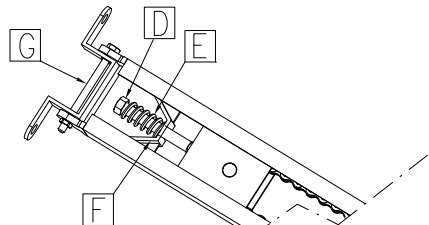

Abb. 5
- Die Feder E einfügen und mit ihrer Mutter D blockieren. Dann das Detail G mit Schraube und M8 Mutter montieren (Abb. 5)